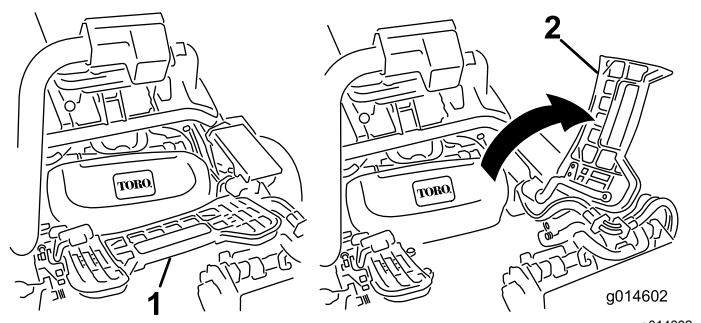

Bild 41
1. Heben Sie die Fußplattform an und schwenken sie in die geöffnete Stellung, um die Stellung des mittleren Mähwerks zugänglich zu machen (Bild 41).